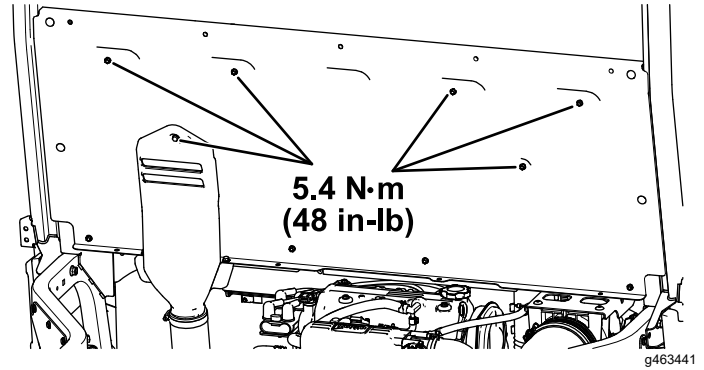

Figure 68
- H. Serrez les 11 boulons à tête hexagonale à embase ( $\frac{1}{4} \times \frac{3}{4}$  po) et le boulon captif fixés au capot d'admission CVT à 5,4 N·m (48 po-lb), comme montré à la Figure 68.